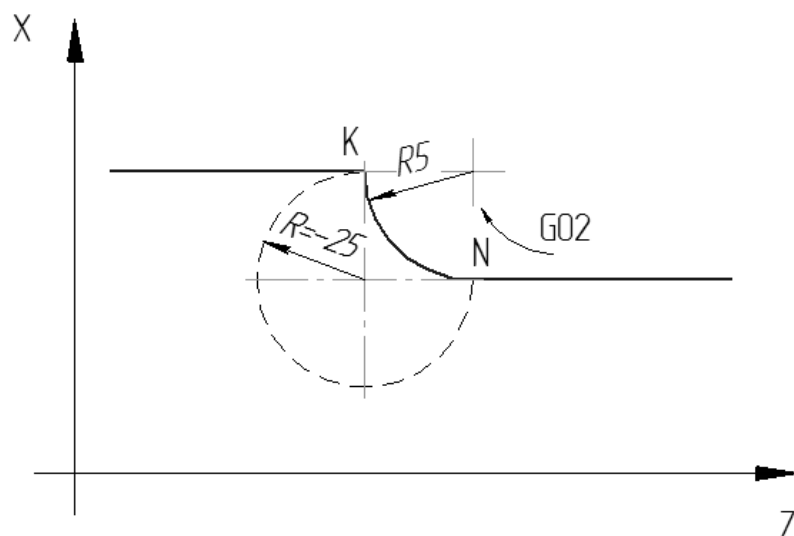

Рис. 3. К определению направления перемещения по дуге окружности
- ввод **R** с положительным знаком дает дугу $< 180^\circ$, с отрицательным знаком дает дугу $> 180^\circ$ (рис. 3).